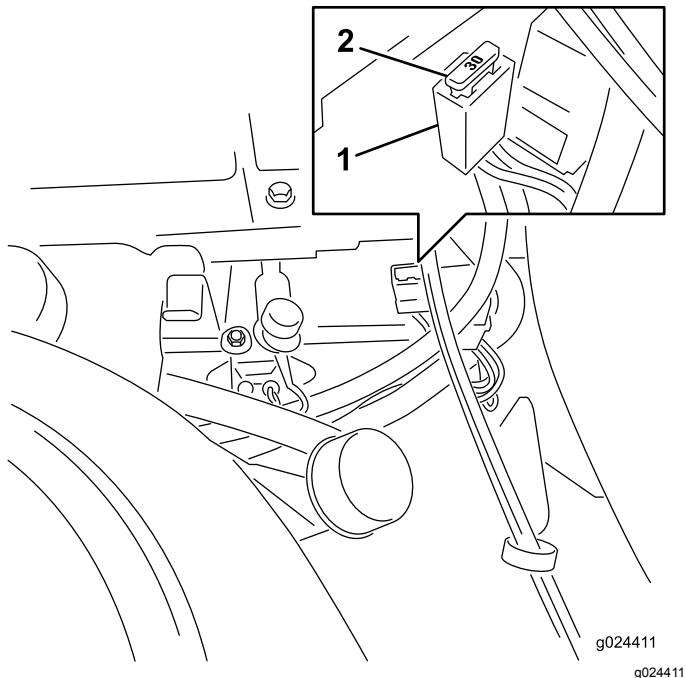

Figure 46
Remarque: Les fusibles sont situés sur la console droite, près du siège (Figure 46).
4. Placez un fusible devant la fente du porte-fusibles (Figure 46).
5. Poussez le fusible dans le porte-fusibles jusqu'à ce qu'il soit complètement engagé (Figure 46).